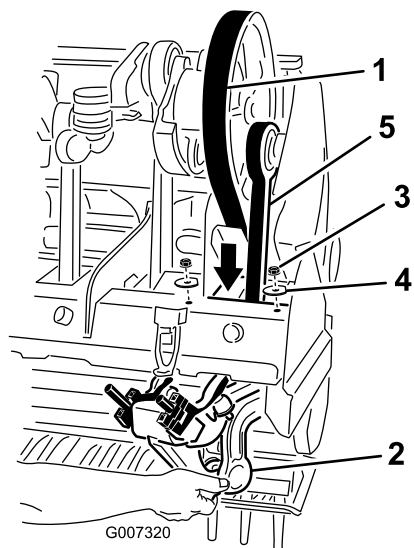

Figura 39
5. Afloje y retire las 2 contratuercas y arandelas que fijan el amortiguador Rotalink del brazo de perforación N° 1 (Figura 39).
7. Pase la correa de transmisión hacia abajo por el bastidor del cabezal de perforación y alrededor del extremo inferior del brazo de perforación N° 1 (Figura 39).